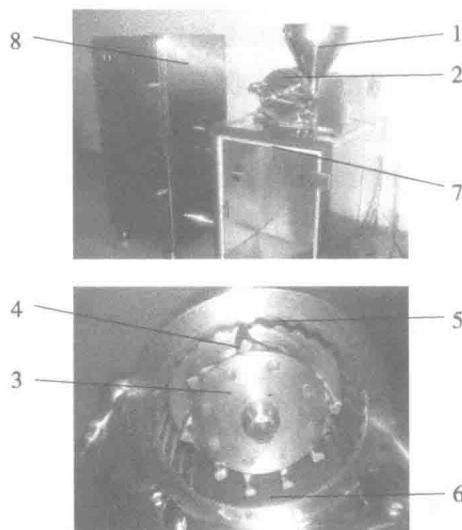

图 1-3 锤击式粉碎机
(2) 锤击式粉碎机。由加料斗、粉碎室、旋转主轴、T型锤、齿圈、筛板、产品排出口、除尘机组等组成。如图1-3所示。